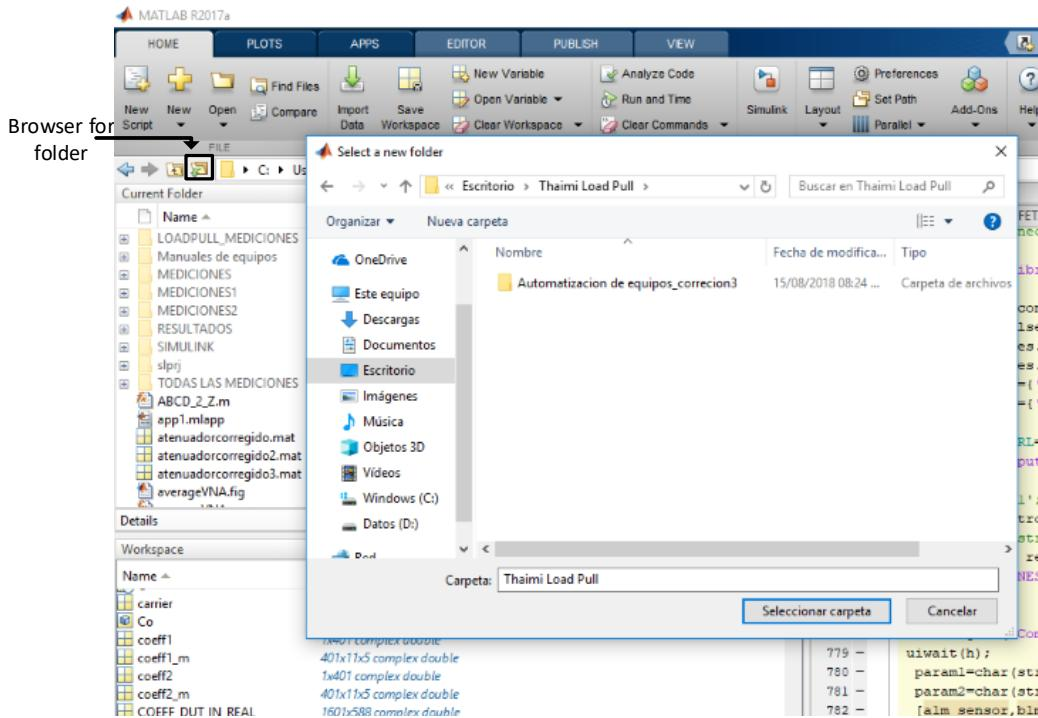

**Figura 14:** Selección del equipo USB.
- c) Presionar la tecla **Find Interface** de la **Figura 13**. Se abrirá una nueva ventana como se muestra en la **Figura 14**. Seleccionar el equipo con **Remote Name** `usb0` y presione **OK**. El nuevo equipo añadido aparecerá en la sección **My Instruments** de la librería de Keysight.